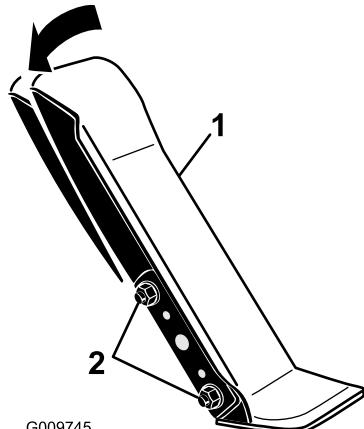

Figura 90
- Desaperte as 2 porcas e parafusos que fixam o lado esquerdo do pedal de tração ao suporte (Figura 90).
- Rode o pedal para o ângulo de funcionamento pretendido e apertar as porcas (Figura 90).